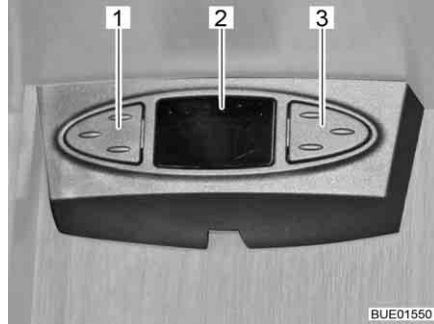

Fig. 50 Mouse satellitare
A seconda del modello l'impianto satellitare è equipaggiato con un mouse satellitare. Il puntatore (Fig. 50,2) del mouse satellitare indica il canale impostato. I due tasti permettono di controllare le funzioni base dell'impianto satellitare (cambio emittente, accensione/spegnimento).
- Selezionare l'emittente precedente dall'elenco delle emittenti: Premere il tasto di sinistra (Fig. 50,1).
- Selezionare l'emittente successiva dall'elenco delle emittenti: Premere il tasto di destra (Fig. 50,3).
- Passaggio tra radio e TV: Premere brevemente e contemporaneamente i tasti (Fig. 50,1 e Fig. 50,3).
- Accensione/spegnimento del ricevitore: Premere contemporaneamente e tenere premuti i tasti (Fig. 50,1 e Fig. 50,3).